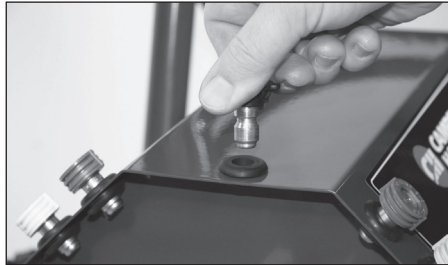

Figure 11 - Insérer des buses de pulvérisation dans le support
3. Insérez des buses de pulvérisation à branchement rapide dans les supports de caoutchouc à l'avant de la plaque (voir Figure 11).